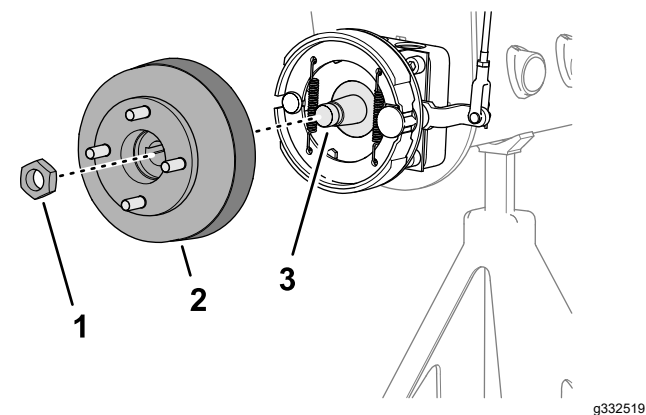
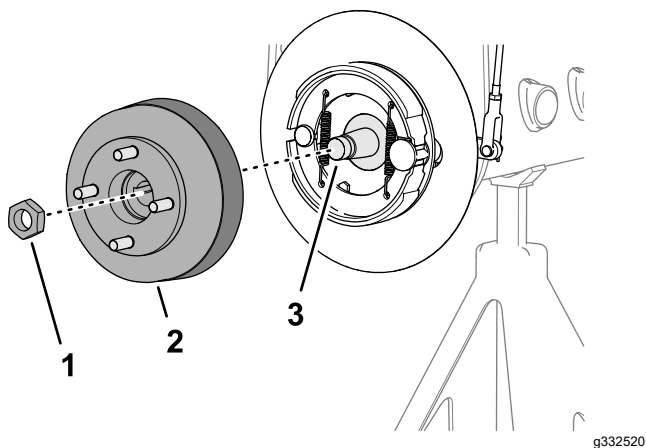

Рисунок 73
Рисунок 74
3. Установите ступицу колеса и тормозной барабан на вал колесного мотора (Рисунок 73 или Рисунок 74).
4. Прикрепите ступицу колеса к валу с помощью контргайки (Рисунок 73 или Рисунок 74) и затяните ее от руки.